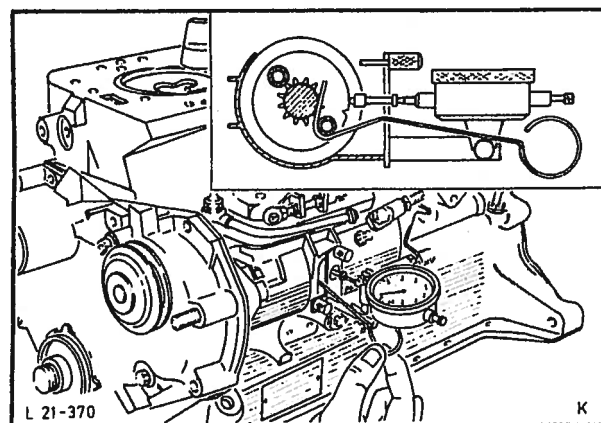

Fig. 78. Sett anti-tannklaringskroken inn i pumpens åpning.
53. Sett anti-tannklaringskroken inn i pumpe-åpningen og press svakt nedover. Hvis den målte verdien forandres fra "O", må pumpen re-justeres, fig. 78.